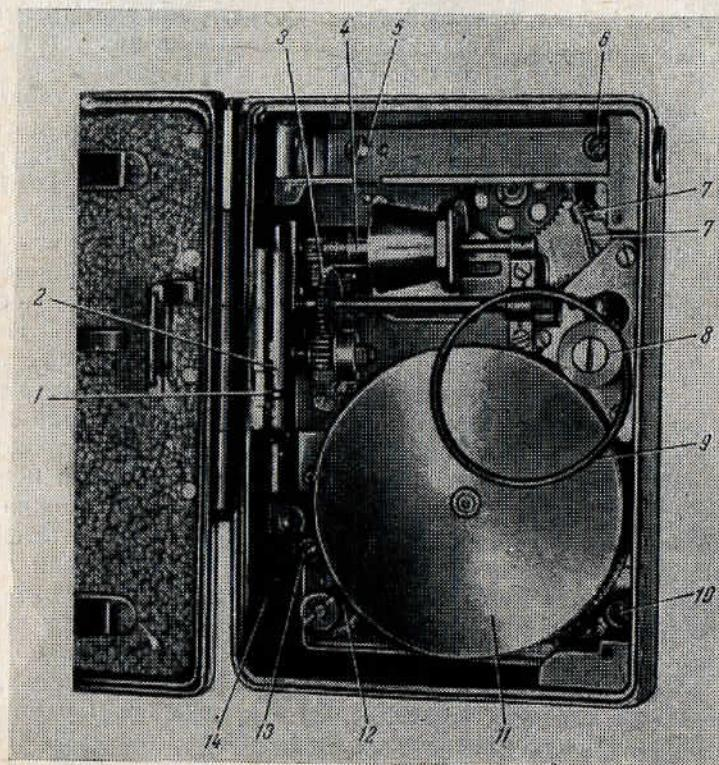

Рис. 22. Кинокамера со снятой панелью:
Частичная разборка. Прежде чем приступить к разборке кинокамеры, нужно убедиться, что пружина заводного барабана распущена, а затем из кинокамеры извлечь кассету и планку с прижимной рамкой (17). Для того чтобы получить доступ к механизмам, достаточно отвинтить винты 18, 20, 23 и 25 и вынуть из кинокамеры панель 19. Снимая панель 19, нельзя применять излишних усилий, чтобы не растянуть пружинный пасик, находящийся под панелью, и соединяющий шкив наматывателя с ведущим шкивом приводного механизма. На рис. 22 показана кинокамера со снятой панелью. Перед осмотром механизмов нужно снять пружинный пасик 9 со шкива 8. В таком положении в механизмах кинокамеры удается обнаружить причины многих неисправностей. Покачивая пальцем шестерню 3 приводного вала определяют, достаточно ли плавно врачаются элементы грейферного механизма и центробежного регулятора. Хорошо осветив механизмы, можно осмотреть центробежный регулятор 4, привод счетчика метража 7, тормозную пружину 12 приводного устройства. Если обнаруженная неисправность несложная, ее можно устранить без дальнейшей разборки. Если обнаружить или устраниТЬ неисправность не удается, следует продолжить частичную разборку, отделив для этого от корпуса 14 боковую стенку кинокамеры, на которой смонтированы все механизмы. Для того чтобы снять корпус кинокамеры, достаточно отвинтить четыре винта: 5, 6, 10 и 13. Прежде чем снимать корпус кинокамеры, нужно установить зуб грейфера 1 точно посередине прорези фильмоточного канала 2. Если в механизмы попал какой-либо посторонний предмет (например случайно отвинтившийся винт) и механизмы кинокамеры заклинились, а заводной барабан 11 остался заведенным, зуб грейфера 1 не удается сдвинуть с места и установить в середине прорези фильмоточного канала. Чтобы обнаружить место заклинивания, необходимо последовательно проверить, какова подвижность элементов механизма. Сначала покачивают отверткой шестерни обтюратора и центробежного регулятора (в период проверки пусковая кнопка должна быть все время нажата). Если эти шестерни врачаются легко, то причину заклинивания ищут в шестернях приводного вала, внимательно осматривают привод счетчика метража, а также зубчатый венец заводного барабана. Если причину заклинивания
винты крепления подшипника 15. Вращая шкив 17 по часовой стрелке, проверяют легкость вращения всех установленных деталей. Кронштейн 6 с узлом грейфера и обтюратором устанавливают на направляющие штифты и закрепляют тремя винтами. Сборку приводного механизма начинают с установки тормозной шестерни 1. Установив тормозную шестерню, на нее надевают тормозную пружину 2 и начинают без усилия завинчивать гайку 4. Как только гайка 4 дойдет до тормозной пружины, вращение гайки нужно прекратить, так как она может сорвать тормозную пружину. Дальнейшее завинчивание гайки 4 ведется путем вращения против часовой стрелки шестерни 18. Убедившись, что гайка дошла до упора и при вращении шестерни 18 больше не двигается, ее немного дотягивают отверткой (до совмещения отверстия под стопорный винт) и устанавливают стопорный винт 3. Устанавливая барабан 5, вводят квадратный конец заводной оси в квадратное отверстие шестерни 18 и с лицевой стороны боковой стенки устанавливают сначала заводную дужку, затем пружинную шайбу и сверху на них укладывают хромированную шайбу так, чтобы ее квадратное отверстие наделось на выступающий квадратный конец заводной оси. После этого все детали стягивают винтом, завинчивая его в резьбовое отверстие в торце заводной оси. Проверяя качество сборки, сначала заводят пружину на $\frac{1}{4}$ оборота и, лишь убедившись, что все механизмы действуют, проверяют их работу при полном заводе пружины. Такая предосторожность вызвана тем, что в случае какого-либо заедания в механизмах разборку можно начать лишь после того, как заводная пружина будет полностью распущена. Поэтому чем меньше заведена пружина во время первой проверки, тем легче ее будет распустить при необходимости повторной разборки. Устанавливая боковую стенку с монтированными в нее механизмами в корпус кинокамеры, нужно, чтобы зуб грейфера 7 вошел в прорезь филькового канала, а штифт пускового устройства в прорезь пусковой кнопки. Прижимая боковую крышку к корпусу рукой, заводят пружину и проверяют действие пускового устройства. Нажав пусковую кнопку несколько раз вверх, проверяют, как срабатывают механизмы на одиночных кадрах, а нажимая ее вниз, проверяют рабочий ход кинокамеры. Убедившись, что корпус установлен правильно, его закрепляют винтами 5, 6, 10 и 13 (см. рис. 22).
Устанавливая панель, соединяют шкив наматывателя и ведущий шкив 8 (см. рис. 22) гибким пружинным пасиком 9, развернув его «восьмеркой», чтобы обеспечить вращение наматывателя против часовой стрелки. Установив правильно пасик, панель закрепляют четырьмя винтами.
(см. рис. 22), который соединяет шкив наматывателя со шкивом 8. Для этого пружинный пасик должен быть развернут «восьмеркой». Если наматыватель не вращается или вращается не в ту сторону, нужно снять панель, на которой укреплен наматыватель и правильно установить пружинный пасик 9. Бывают случаи, когда после зарядки камеры пленка в одной кассете перематывается нормально, в другой через некоторое